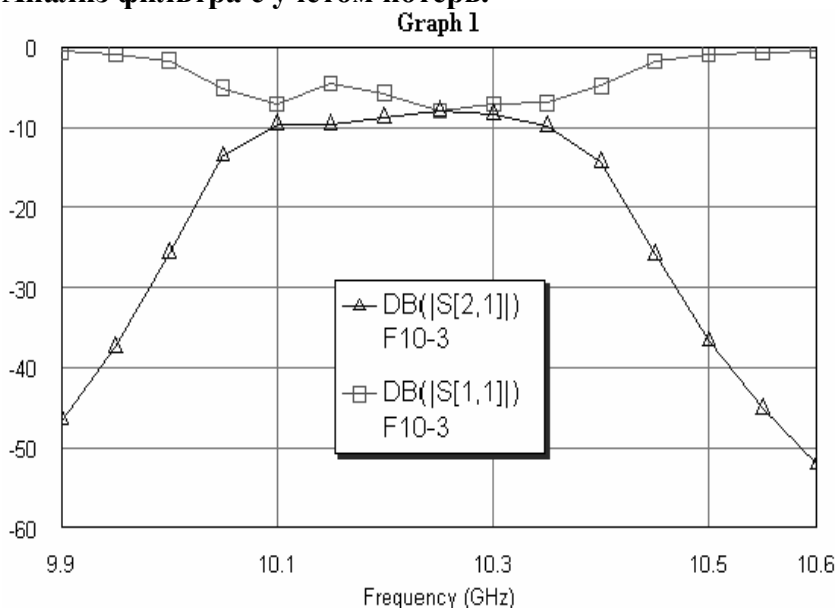

Рис. 4.46
- Щёлкните левой кнопкой мышки по значку **Analyze** на панели инструментов. Результаты анализа отображаются на графике рис. 4.46.